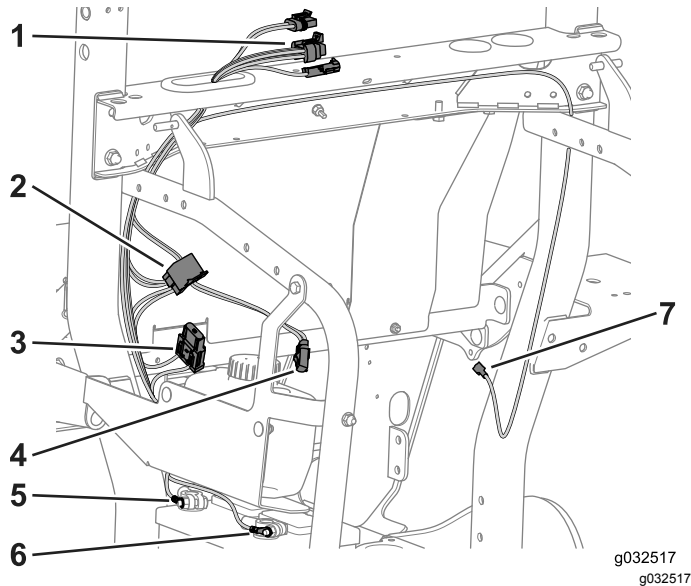

Figura 38
1. Passe os 3 conectores da cabina pelo olhal (Figura 38).
2. Passe o cabo de alimentação auxiliar pelo suporte da estrutura, ao lado do tubo ROPS, e na direção dos controlos do operador (Figura 38).
1. Encaminhe os fios vermelho e preto de grau 10 ao lado do tubo ROPS no lado esquerdo da estrutura e na direção da bateria (Figura 38).